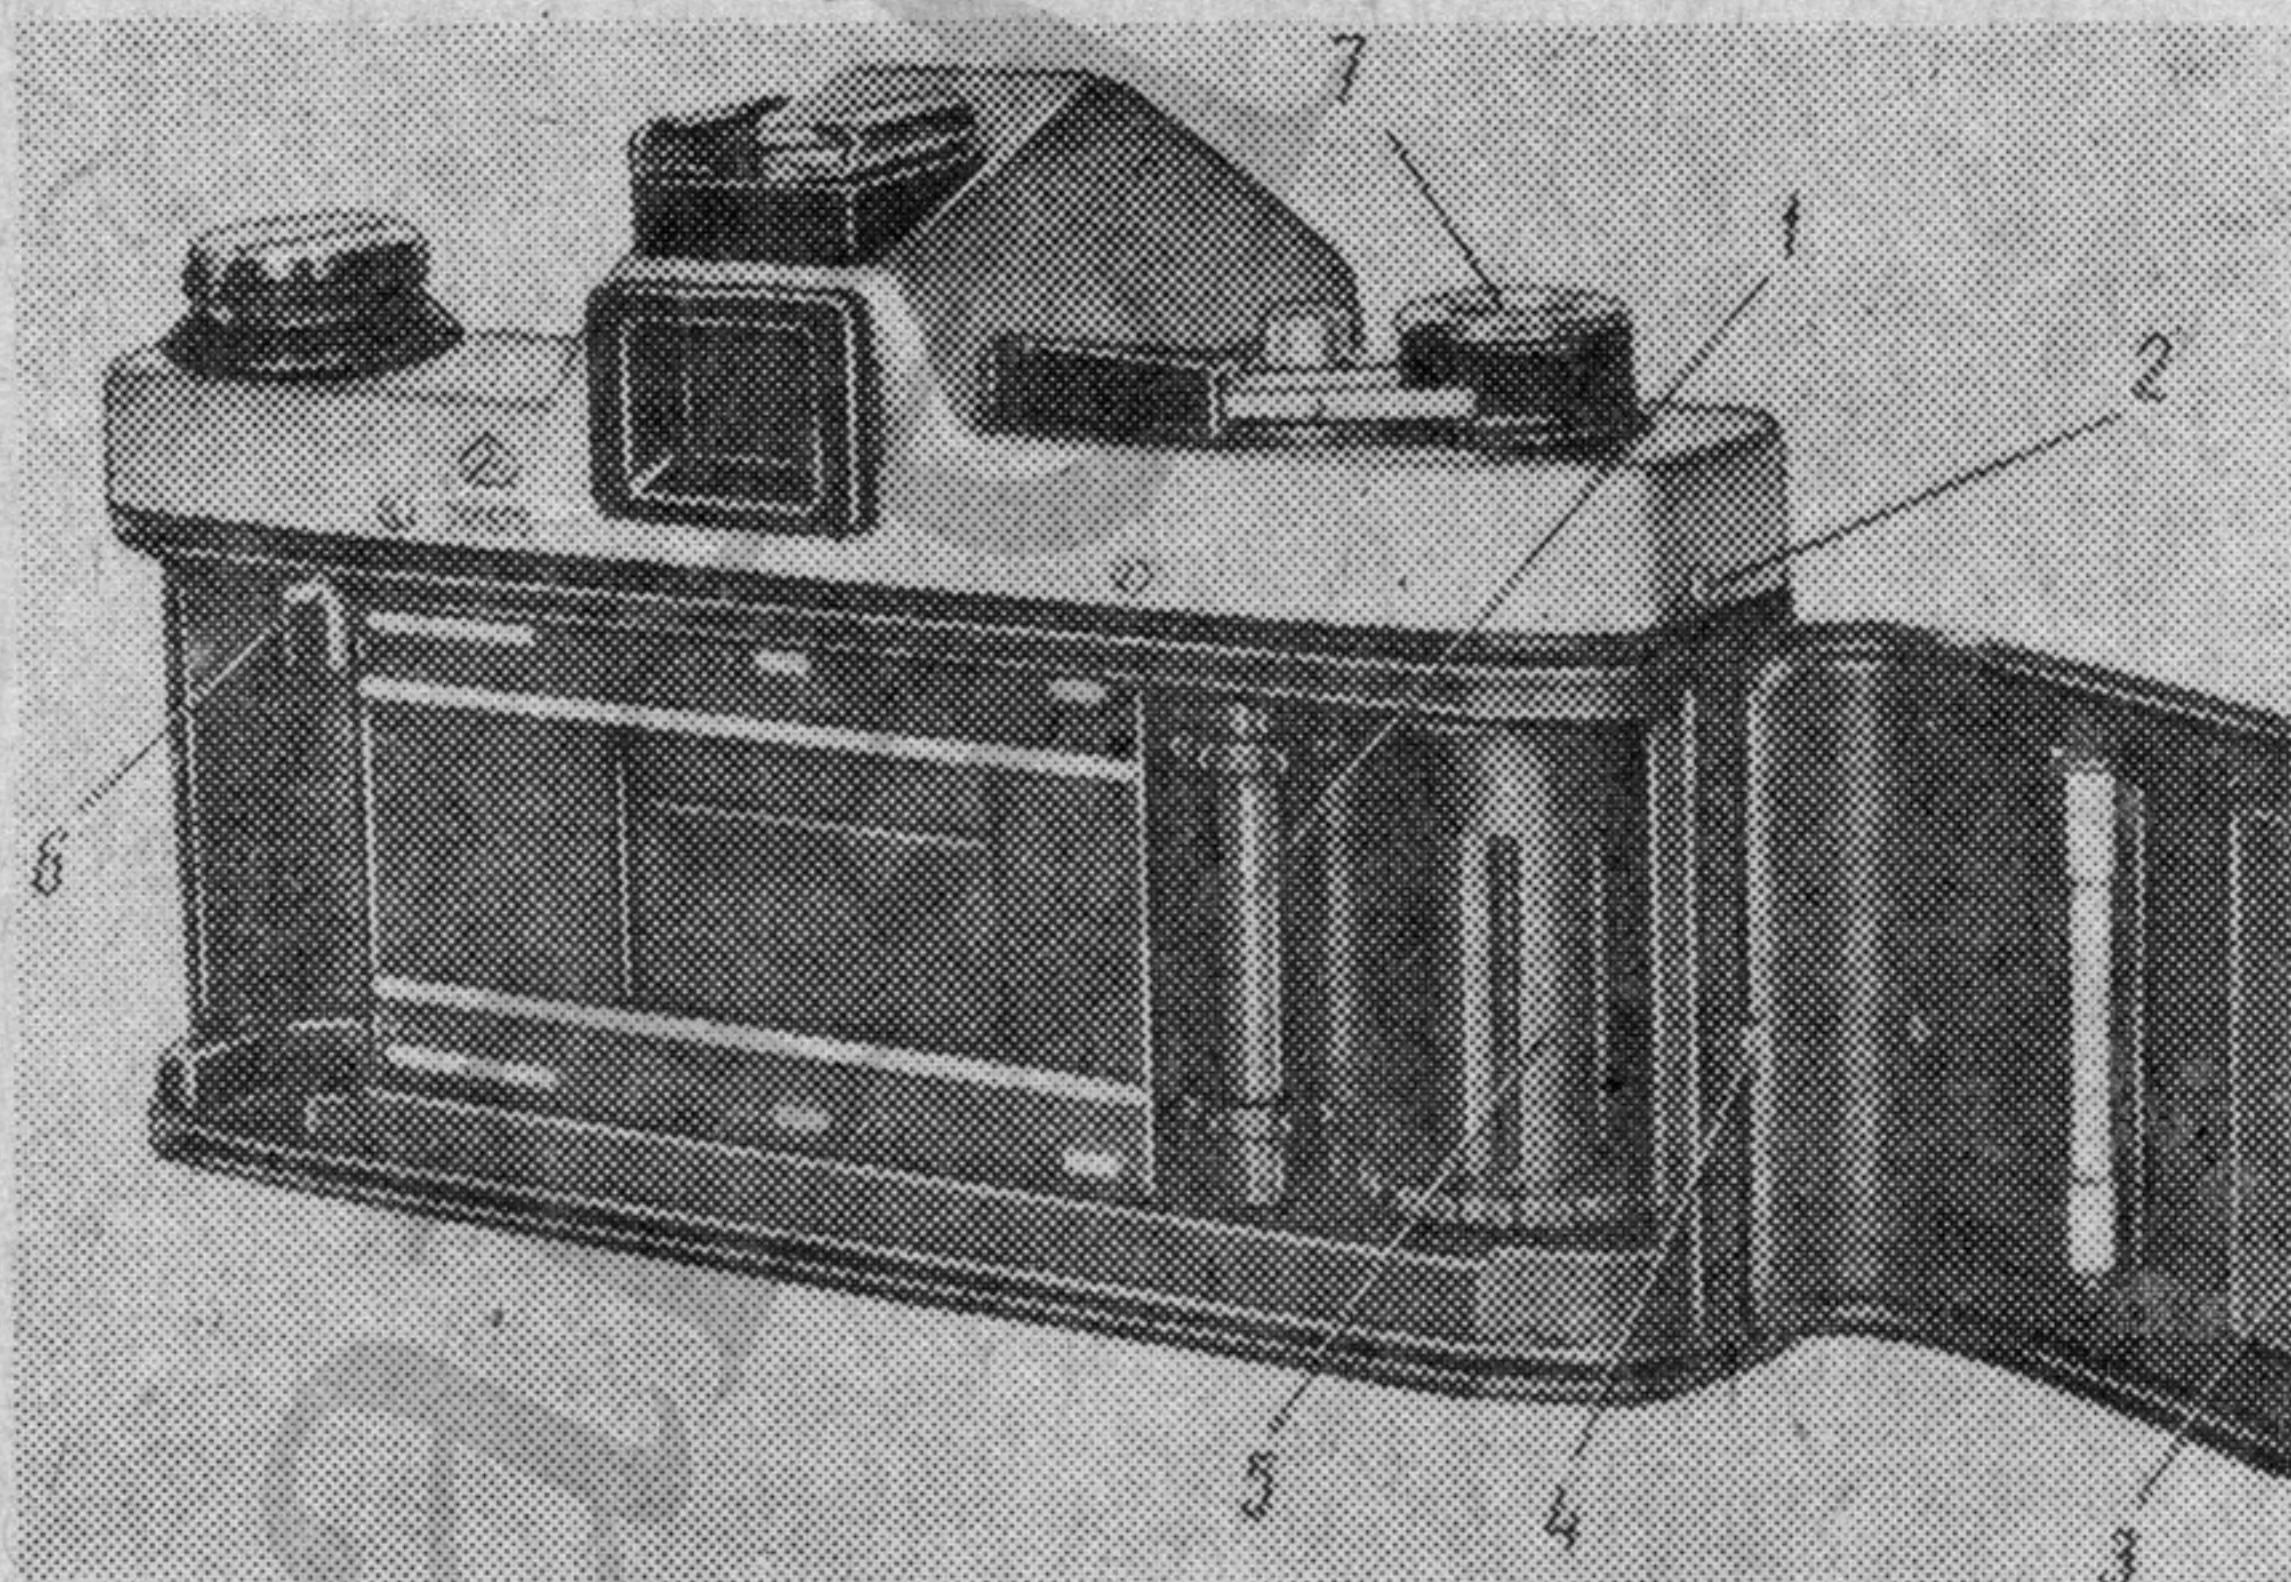

Рис. 5 Вид фотоаппарата с открытой задней крышкой:
- 8.7.2. Закрепить верхнюю крышку шестью винтами 2 (рис. 5). Установить на ось механизма взвода шайбу 8.942.070, втулку 6.240.424, рычаг 10 (рис. 2), кольцо 7. Закрутить втулку 8 и застопорить двумя винтами 8.914.067, затем закрутить винт 8.919.323. Винт 8.919.323 зафиксировать лаком НЦ-134 бесцветным ТУ6-10-1291-77 Ж₂.
(рис. 5) и в звонке фотокамеры пленка и счетчик кадров не должны перемещаться. Допускается сдвиг пленки до 1 мм.
8.7.3. Ввернуть рукоятку обратной перемотки, придерживая вилку 6 (рис. 5). При выдвижке рукоятка должна иметь два фиксированных положения.
8.8. Установка задней крышки 3 (рис. 5)